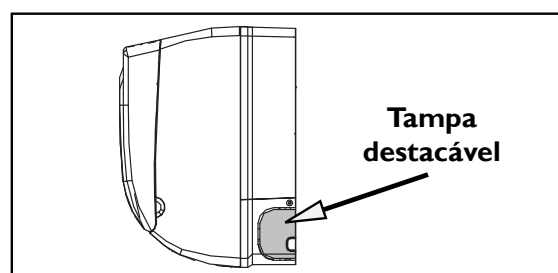

FIG. 12
- Retire a tampa destacável da unidade (fig.12) e passe a tubulação através da parede (repita o procedimento acima para cortar e instalar o tubo de 75 mm).